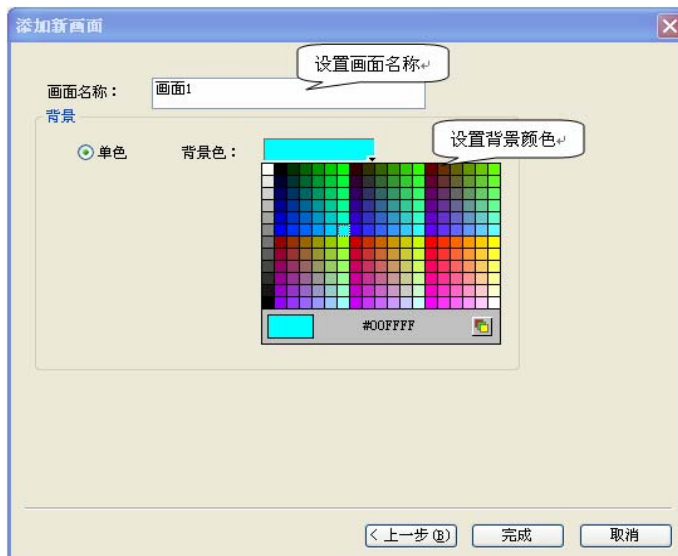

图 4-2 添加画面对话框
2. 在弹出的“新建画面”对话框中，设置新建画面的名称及背景色，然后点击确定。默认的新建画面的名称是画面序号，默认的新建画面的背景色是蓝色，如图 4-2 所示：